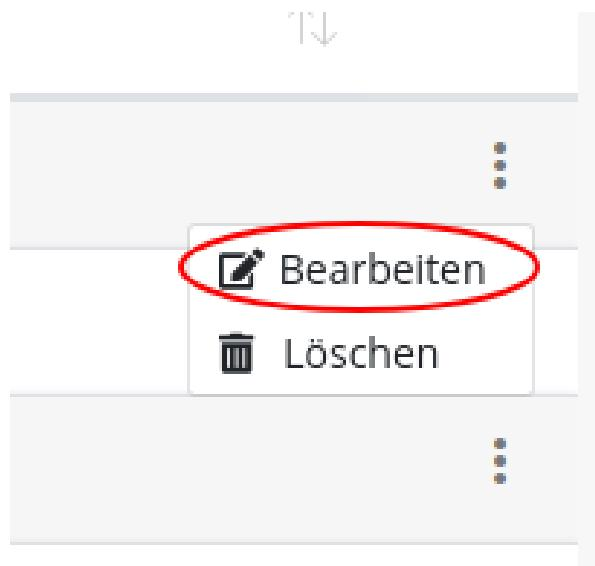

Abbildung 22: Editieren eines Benutzers
- Klicken Sie auf der Übersichtsseite in der entsprechenden Reihe rechts auf das ausklappbare Menü (gekennzeichnet durch drei vertikale Punkte, vgl. Abbildung 22)